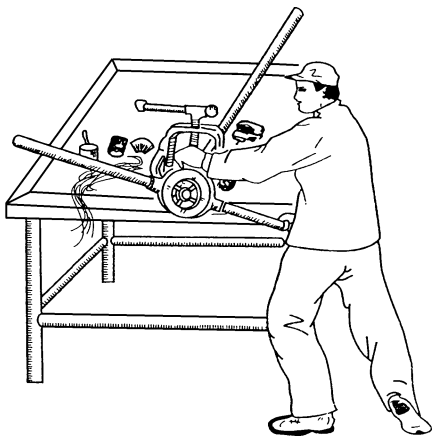

图 2-10 手工套管子螺纹操作
(5) 套制螺纹。开始套螺纹时，站在管端的前方，面向板牙架，两手同时握住手柄两侧的相同位置，一边用力按顺时针方向旋转板牙架把手，一边用力向前推进，直至板牙架在管端带上扣。然后站在管端的侧面，一手压住板牙架面，一手沿顺时针方向转动板牙架，如图 2-10 所示。